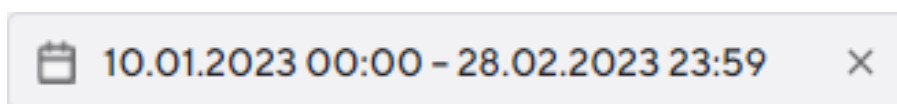

Рисунок 20 — Поле фильтра выбора периода заполнен
11. Нажмите кнопку **Сохранить** в окне «Календарь». Указанный период будет отображен в поле фильтра (Рисунок 20).